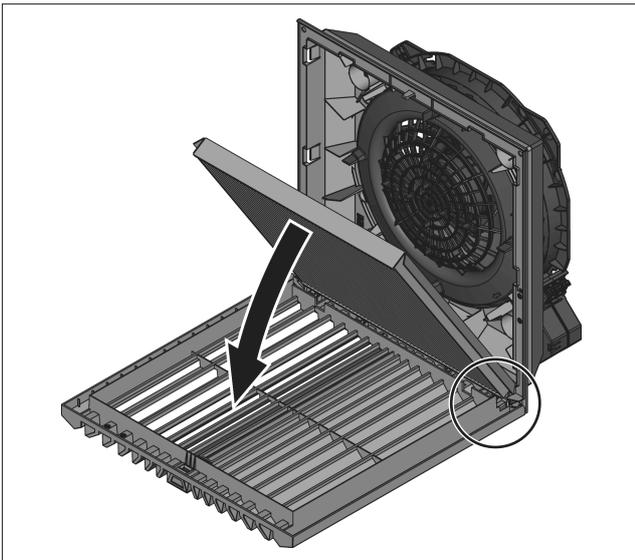

图 19: 安装 IP 54 折叠过滤垫
- 将新的折叠过滤垫放入百叶格栅。“Top”（上）字样表示放置方向（参见图 19）。